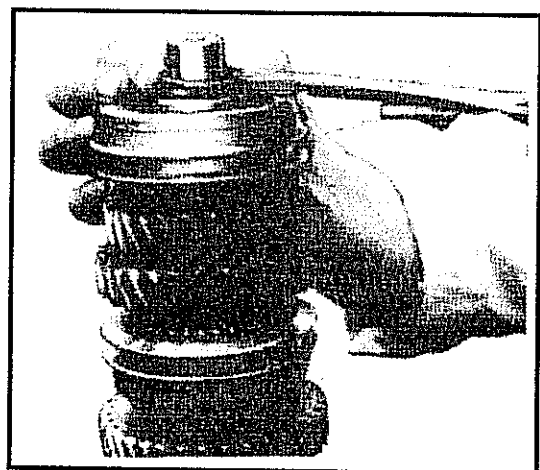

Abb. 11-14 Entfernen des Sprengrings für Baugruppe Synchronisierung 3/4 Gang
- Vorne an der Hauptwelle mit einer Sprengzange den Sprengring zur Befestigung der Baugruppe 3./4. Gang entfernen. Siehe Abb. 11-14. Die aus Beilagscheibe, Synchronkörper, Schiebemuffe, Synchronringen und Schaltrad 3. Gang bestehende Baugruppe von der Hauptwelle / Abtriebswelle herunterschieben.